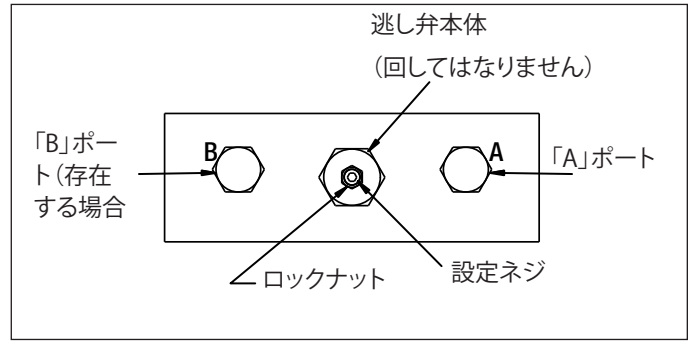

図10
1. 「A」ポート(図10)に[0-1,035 バール](0-15,000 psi)の圧力計を取り付けます。